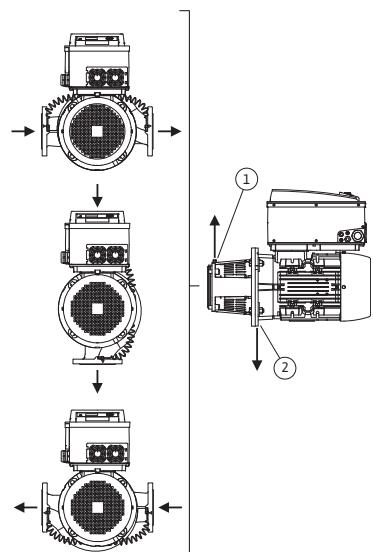
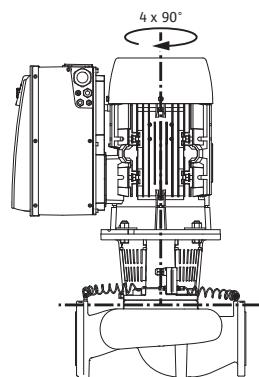

Fig. 18: Tillåtna monteringslägen med horisontell motoraxel
Fig. 19: Tillåtna monteringslägen med vertikal motoraxel
De tillåtna monteringslägena med horisontell motoraxel och elektronikmodul uppåt (0°) visas i fig. 18. De tillåtna monteringslägena med sidmonterad elektronikmodul ($+/- 90^\circ$) syns ej på bild. Alla monteringslägen utom "elektronikmodul nedåt" (-180°) är tillåtna. Avluftring av pumpen garanteras endast om avluftrörsventilen pekar uppåt (fig. 18, pos. 1).
Endast i denna position (0°) kan det kondensat som bildas föras bort via tillgängligt hål, pumplanterna och motor (fig. 18, pos. 2).
De tillåtna monteringslägena med vertikal motoraxel visas i fig. 19. Alla monteringspositioner utom "motorn nedåt" är tillåtna.
- Avluftningsventilen på lanternan (fig. 6, pos. 1.31) måste alltid vara riktad uppåt vid en horisontell motoraxel (fig. 6). Vid en vertikal motoraxel är alla riktningar tillåtna. Se även Fig. 18: "Tillåtna monteringslägen med horisontell motoraxel" på sidan 17 resp. Fig. 19: "Tillåtna monteringslägen med vertikal motoraxel" på sidan 17.
- På horisontella motoraxlar måste kondenshålen peka nedåt (fig. 18, pos. 2). Vrid vid behov motorn tills detta uppnås.